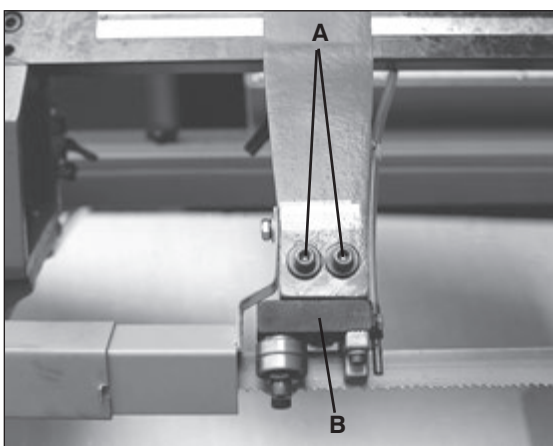

Fig. 8
2. Desserrez les deux vis d'assemblage à six pans creux (A, Fig. 8).
3. Déplacez le siège du guide-lame (B, Fig. 8) vers le haut ou vers le bas jusqu'à ce que vous obteniez un jeu de 0,003 po à 0,005 po entre le dos de la lame et le galet de butée.
4. Resserrez les deux vis d'assemblage à six pans creux (A, Fig. 8).